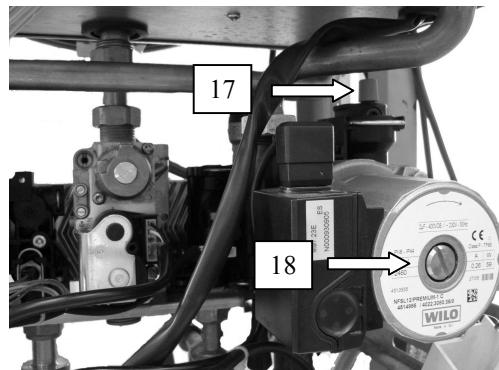

Fig. 6.2
- 3 Unscrew the cap on the automatic air purger valve 17 (Fig. 6.2) one full turn and leave open permanently.
- 6 Purge the air from the pump by unscrewing the pump plug 18 (Fig. 6.2); release the pump by turning the rotor in the direction indicated by the arrow on the information plate.
- 3 Отверните колпачок на автоматичемком спускнике воздуха 17(рис. 6.2) на 1 полный оборот и оставьте его в этом положении.
- 6 Спусcite воздух из насоса, открутив винт 18(рис. 6.2); разблокируйте насос, поворачивая ротор в направлении, указанном стрелкой на информационной табличке.